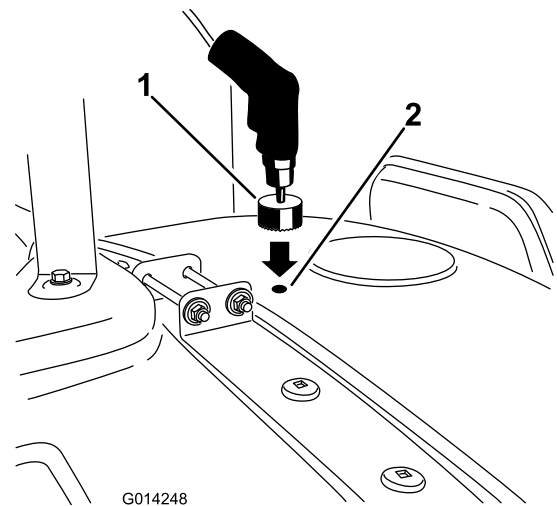

Figura 13
- Vaya a la marca de perforación situada delante de la tapa del depósito y repita los pasos 4 a 6 con el taladro delantero (Figura 13).